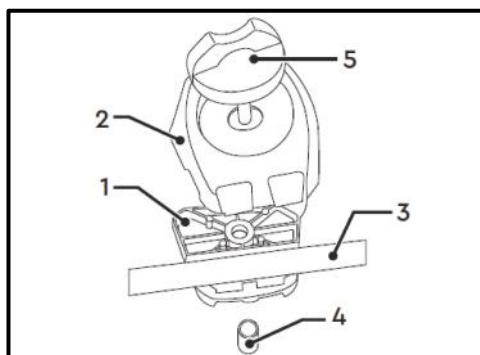

Рис. 8
- Між двома частинами кронштейна (1) та (2) встановіть трубку рукояток (3);
- Встановіть пружину (4) на отвір нижньої частини кронштейна (1);
- За допомогою гвинта (5) скріпіть дві частини кронштейна (1), (2) та трубку рукояток (3) (Рис. 8).